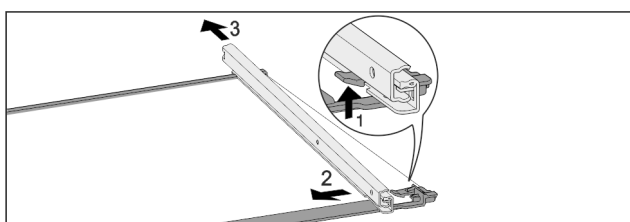

Fig. 120 Glasplatte mit Schienen
- Vorderen Rasthaken nach oben drücken. Fig. 120 (1)
- Auszugsschiene zur Seite Fig. 120 (2) und nach hinten Fig. 120 (3) wegschieben.